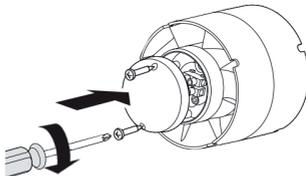

Bild 5
5. Skruva tillbaka locket på fläkten (Bild 5).